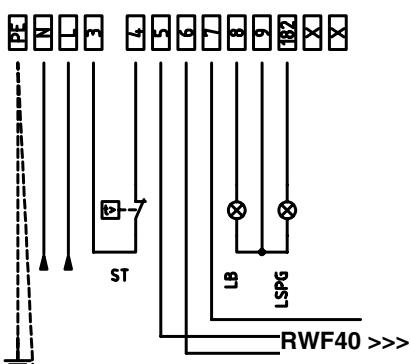

Рис. 21: Модулирующие горелки
3). В случае с модулирующими горелками, клеммы 5,6 и 7 клеммника MA горелки уже подсоединенены с модулирующему регулятору (мод. RWF 40). С электрощита выходит 4-х полюсная вилка, предназначенная для подключения датчика температуры или давления (см. Рис. 21)